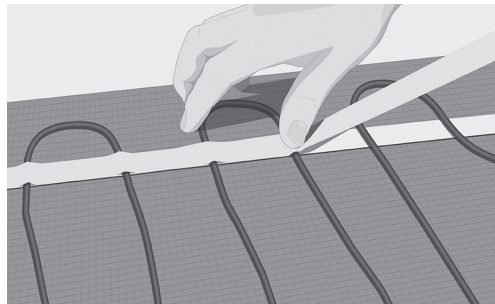

Fig. 8. Fastgør kablet med afdækningstape
11. Fastgør kablet med afdækningstape på toppen af kablet og den dobbeltklæbende tape. Tryk tapen grundigt fast på kablet for at forhindre dannelse af luftlommer under indstøbningen (fig. 8).